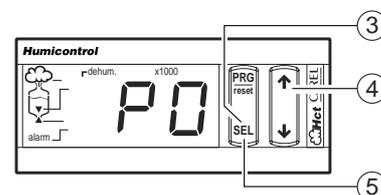

Рис. 11.2.2
1. Нажмите и удерживайте кнопку PRG в течение 5 сек до появления кода P0, соответствующий коду первого параметра (см. рис. 11.2.2);
4. Нажмите кнопку ▲ или ▼ для изменения величины. Постоянное нажатие кнопки увеличивает скорость прокрутки (см. Рис. 11.2.2).